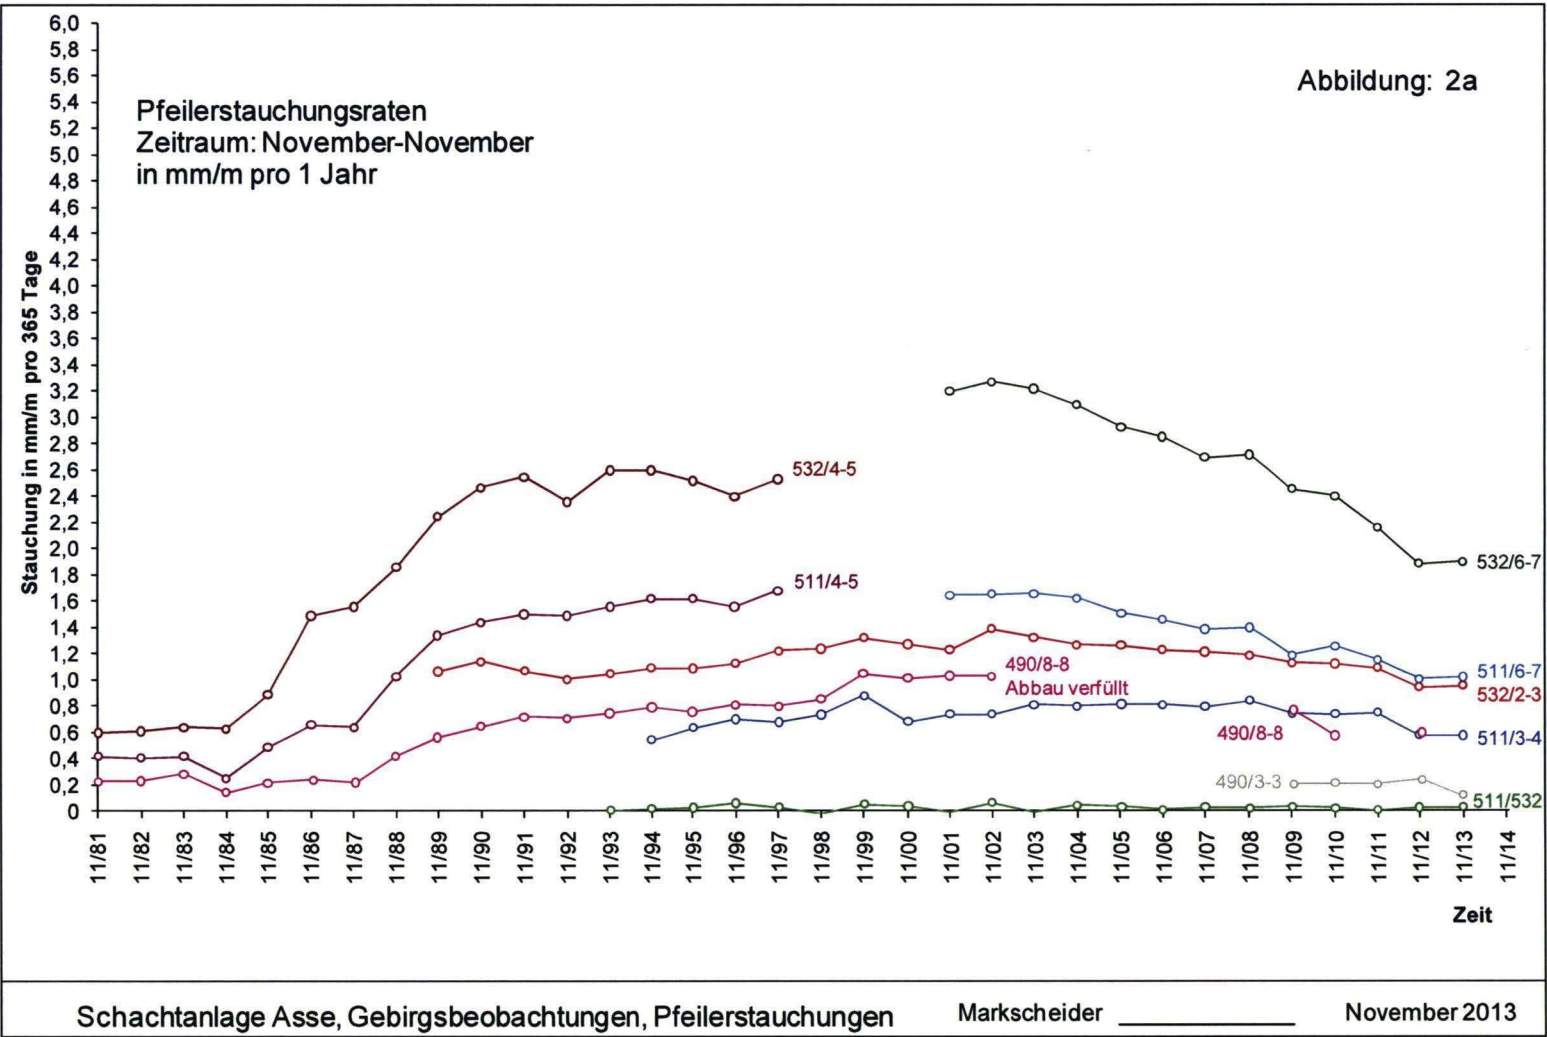

Abbildung 2a: Pfeilerstauchungsraten 511 I - und 532-m-Sohle [mm/(m*a)]
- Abbildung 2a: Pfeilerstauchungsraten 511- und 532-m-Sohle [mm/(m*a)]